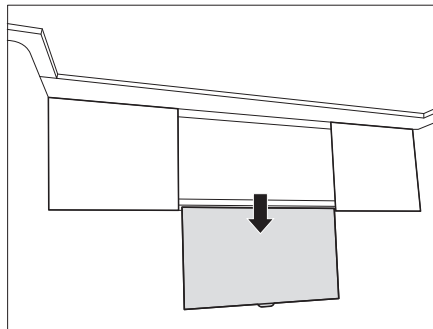

Figure 138 Écran plat en position inférieure
- Tirer sur l'écran plat vers le bas par la poignée (Fig. 138).